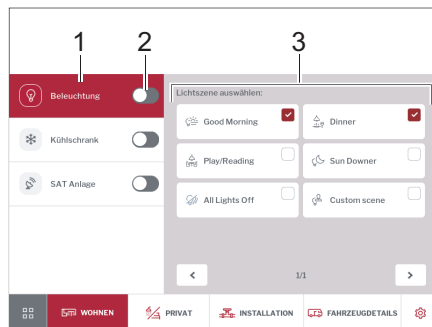

Fig. 281 Eclairage
- Activer ou désactiver l'éclairage à l'aide de l'interrupteur coulissant (Fig. 281,2).
- Appuyer sur la touche *Eclairage* (Fig. 281,1). Dans le bandeau de commande (Fig. 281,3) ; sélectionner une ambiance d'éclairage.